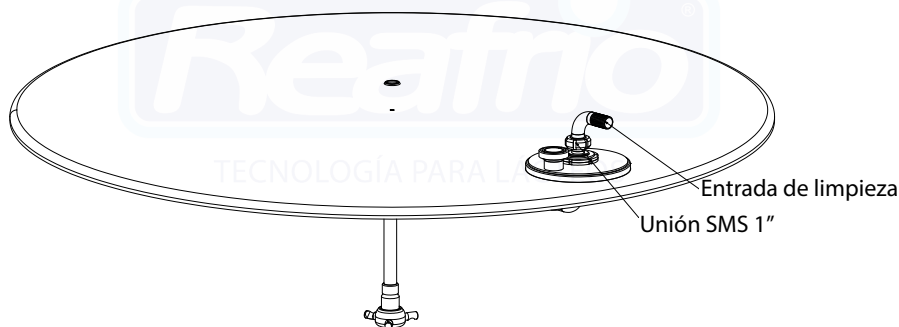

Imagen 10 - Montaje del Conjunto de Alimentación del Spray
6. Posicione el conjunto de entrada de alimentación del spray y utilice la llave SMS 1 pulgada para la apretada final, conforme Imagen 10.